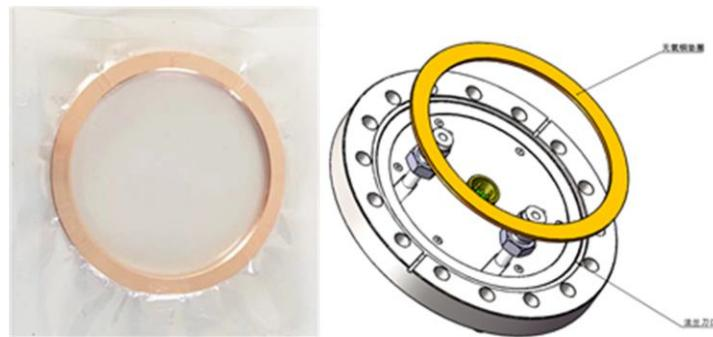

图 4-12 铜垫圈安装示意图
(1) 在连接法兰背面的电缆、光纤以及水冷管路前, 首先将 CF100 铜垫圈摆放在 CF 刀口的位置 (见图 4-12)。